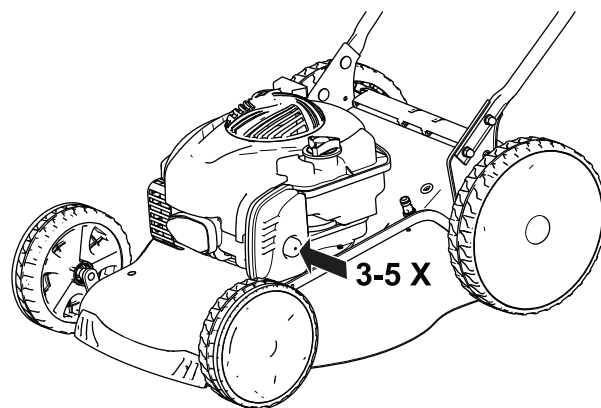

Figure 14
1. Appuyez 3 à 5 fois sur la poire de l'amorceur (Figure 14).